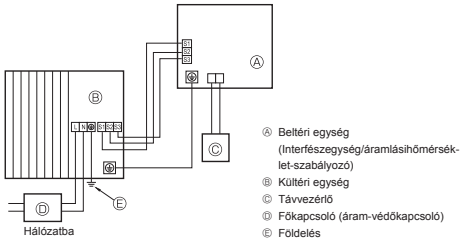
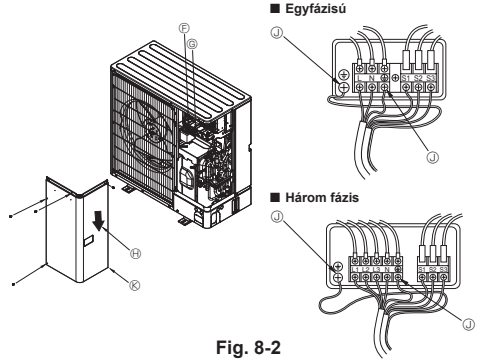

Fig. 8-1
Fig. 8-2
8.1. Kültéri egység (Fig. 8-1, Fig. 8-2)
- ① Távolítsa el a szerelőnyílás-fedelet.
- ② Csatlakoztassa a huzalokat a Fig. 8-1 és Fig. 8-2 szerint.